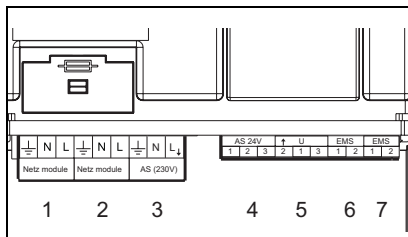
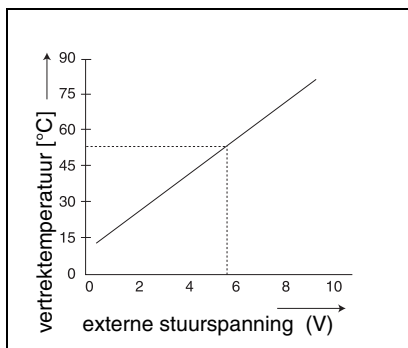

Fig. 2 Aansluitingen
Fig. 3 0 – 10V diagram
- Sluit de EMS-aansluiting (fig. 2, pos. 6) van de EM10 met een 2-aderige kabel aan op de RC (of )-aansluiting van de cv-ketel (eventueel parallel aan de thermostaat).
- a) De AS 24V aansluiting (fig. 2, pos. 4), dit is een potentiaalvrij schakelcontact voor laagspanningssignalen tot 24 V. Dit storingssignaal kan bijvoorbeeld door een gebouwbeheersysteem worden uitgelezen.
- b) De AS 230V aansluiting (fig. 2, pos. 3), hiermee kan bijvoorbeeld een claxon of alarmlamp worden aangestuurd. Bij storing staat op deze aansluiting 230 VAC spanning.
De EM10 kan gebruikt worden als interface tussen de cv-ketel en bijvoorbeeld een gebouwbeheersysteem. Door middel van een 0-10 VDC signaal (fig. 2, pos. 5) kan de vertrektemperatuur of het vermogen worden aangestuurd (fig. 3).
Deze regeling wordt geactiveerd door een doorverbinding te maken tussen pin 1 en 3 op deze aansluiting. Zie fig. 2, pos. 5 en aansluitschema op pag. 47.